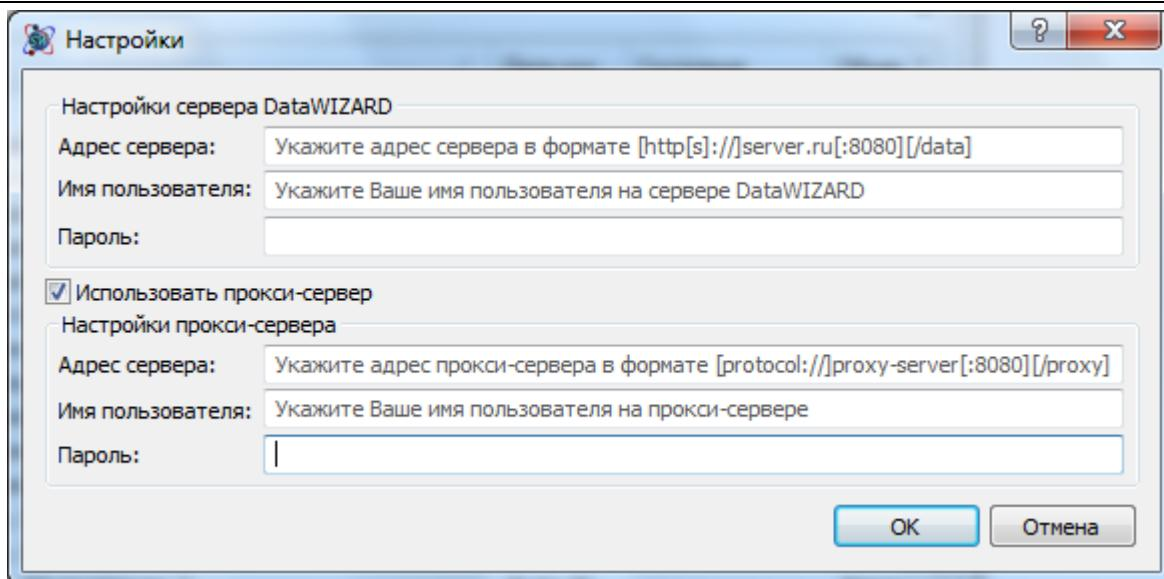

Рис. 6.27 Диалоговое окно Настройки подключения
3. В открывшемся диалоговом окне **Настройки** (рис. 6.27) задать параметры подключения: